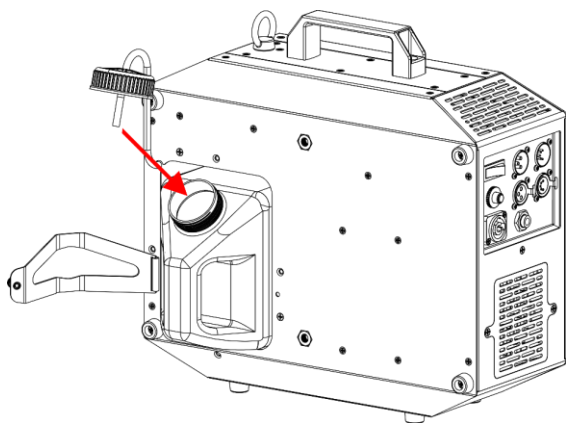

Fig. 22
- 17) Revissez le bouchon sur le réservoir de liquide, comme indiqué sur la figure 22.